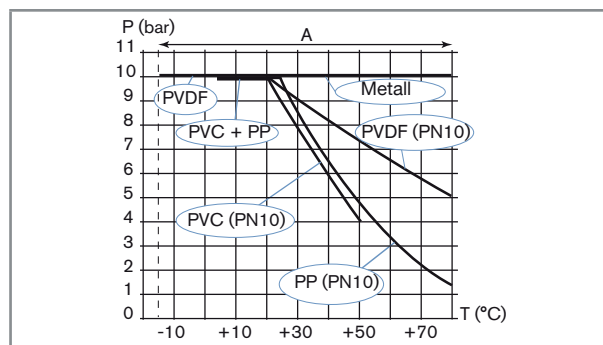

Bild 1: Druck-Temperatur-Abhängigkeitskurven der Flüssigkeiten
Flüssigkeitstemperatur	Die Flüssigkeitstemperatur kann durch den Flüssigkeitsdruck eingeschränkt sein: Siehe die Temperatur-Druck-Abhängigkeitskurven für das Gerät. Siehe Bild 1.
- ▶ Je nach Werkstoff des Fittings die entsprechende Druck-Temperatur-Abhängigkeit der Flüssigkeit berücksichtigen (siehe Bild 1).